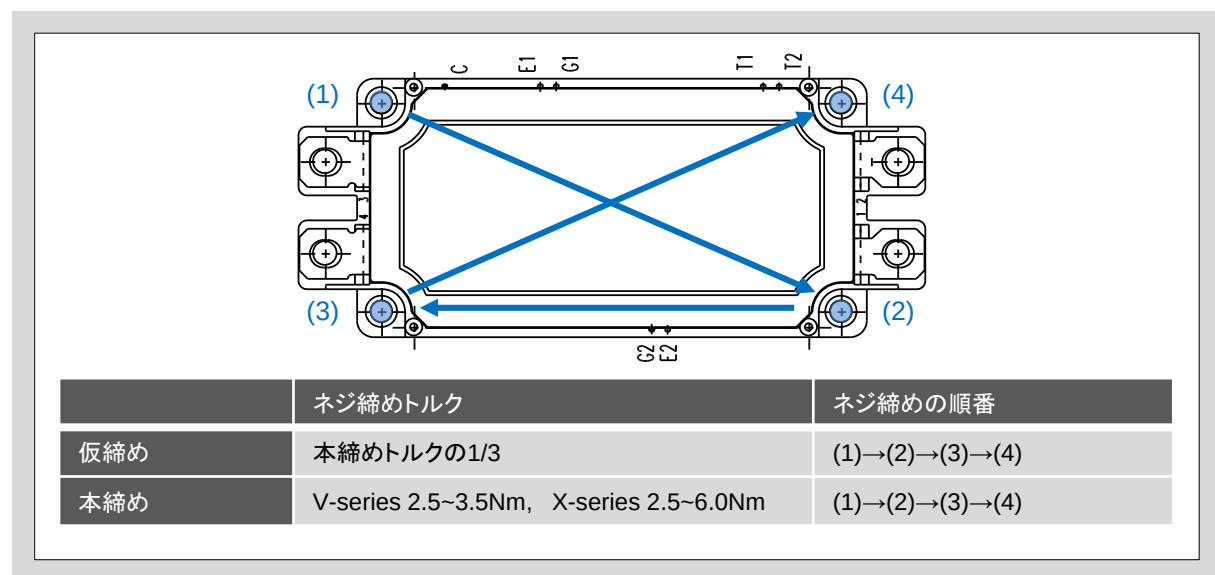

図3. ネジ締めトルク及びネジ締め順序
2. 均等の力で製品を固定するために、本締めトルクの1/3のトルクで仮締めを行います。図3に締め付け順序を示します。